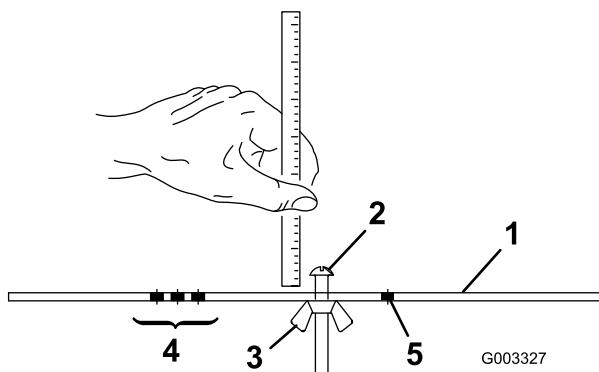

Figura 17
2. Afloje la tuerca de la barra de ajuste (Figura 17) y ajuste el tornillo para la altura de corte deseada. La distancia entre la parte inferior de la cabeza del tornillo y la cara de la barra es la altura de corte.